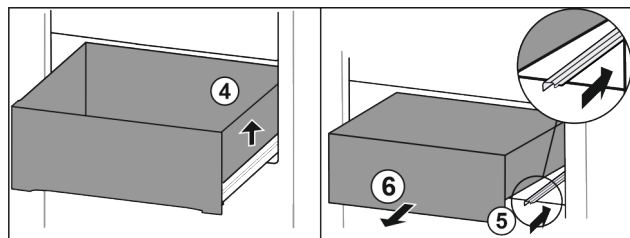

Fig. 78
- ▶ Lyft utdragslåda på höger sida. Fig. 78 (4)
- ▶ Skjut in höger skena. Fig. 78 (5)
- ▶ Ta ut utdragslåda genom att dra den framåt. Fig. 78 (6)